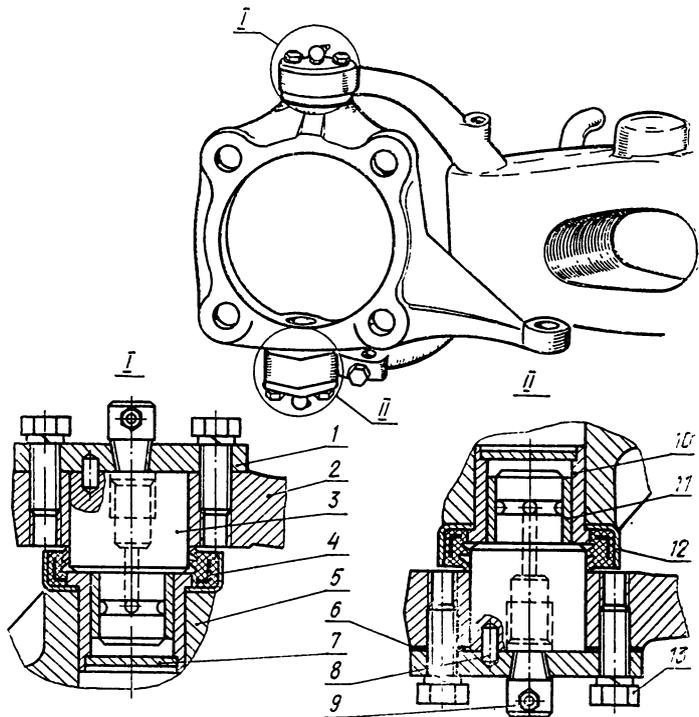

Рис. 26. Кулак поворотный:
1. Отвернуть два болта 13 (рис. 26), которые крепят накладку 1 нижней шкворня 3 поворотного кулака.